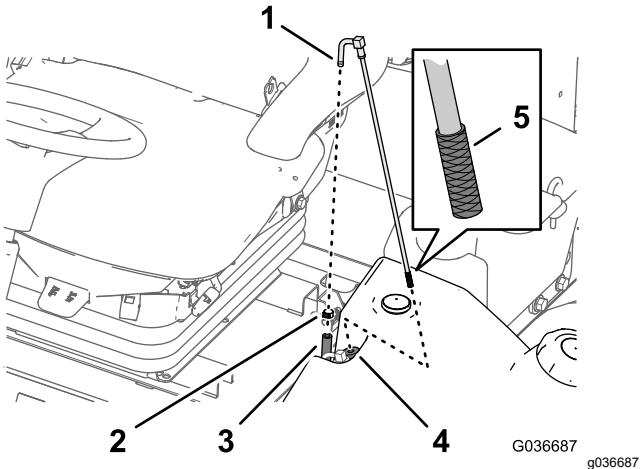

Figura 59
1. Retire la abrazadera que fija la manguera de suministro de combustible al acoplamiento del tubo de aspiración de combustible (Figura 59).
2. Retire la manguera del acoplamiento (Figura 59).
3. Retire el tubo de aspiración de combustible del depósito de combustible (Figura 59).
4. Limpie cualquier residuo de la rejilla del extremo del tubo de aspiración de combustible (Figura 59).
5. Introduzca el tubo de aspiración de combustible a través del casquillo de goma e introduzcalo en el depósito (Figura 59).